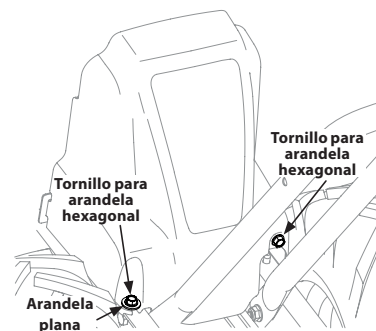

Figura 22
3. Retire el tornillo de la arandela hexagonal (1/4-20 x .500) y la arandela plana (.28 x .74 x .500) del lado izquierdo de la cubierta de la correa y el tornillo de la arandela hexagonal (1/4-20 x .500) del lado derecho de la cubierta de la correa. Extraiga la cubierta de la correa. Vea la Figura 22.